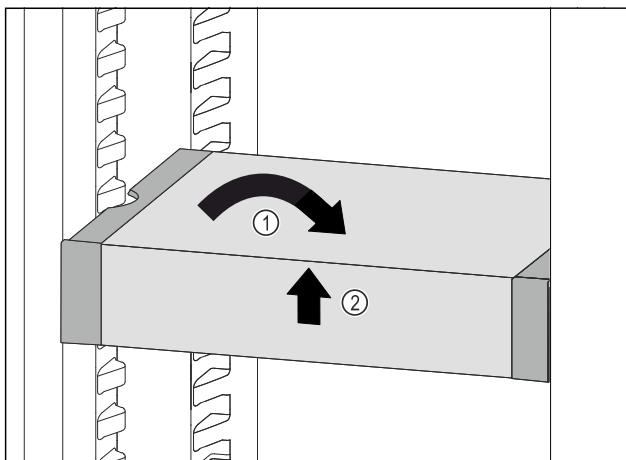

Fig. 113
- VarioSafe postavte rovno. Fig. 113 (1)
- VarioSafe nadvihnite vpred. Fig. 113 (2)